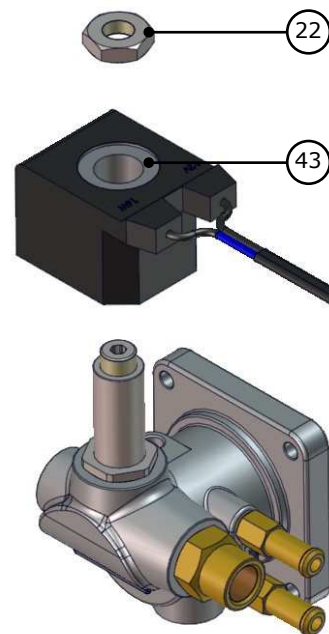

Fig. 4
- 4)** Svitare il dado (22), sfilare la bobina (43), (fig.4);
*Unscrew the nut (22), extract the coil (43), (fig.4);*